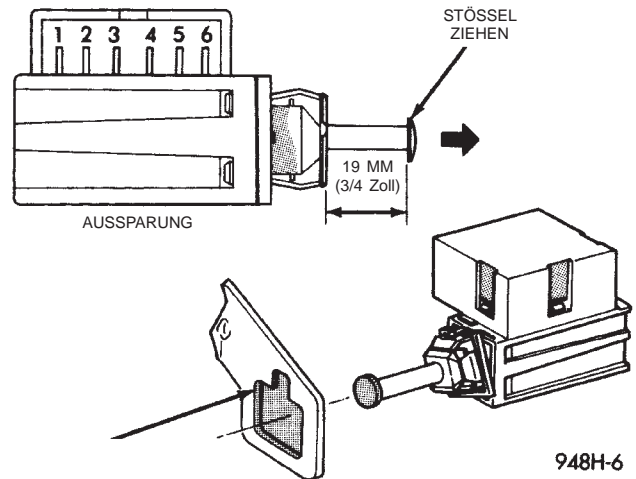

Abb. 5 Verdrahtung des Bremslichtschalters
- (1) Den Bremslichtschalter wie in diesem Kapitel beschrieben ausbauen und den Steckverbinder vom Bremslichtschalter abziehen (Abb. 5). Mit einem Ohm-